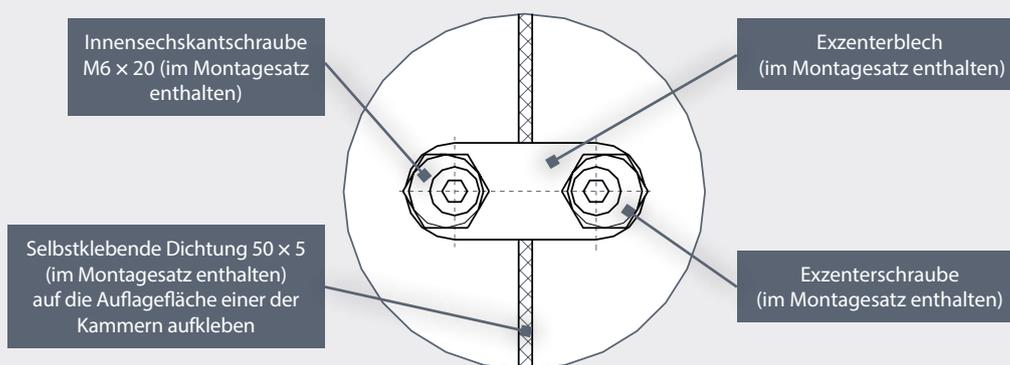
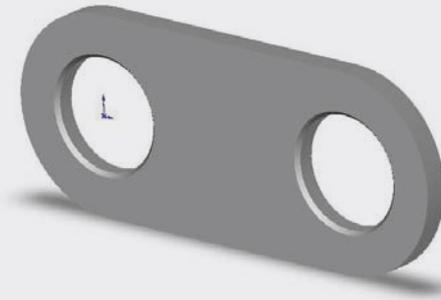

Abb. 1.2: Verbindung mittels Verbindungsexzenter
Abb. 1.3: Kammverbindungsstück
- Die Kammern müssen mit Hilfe von Verbindungsexzentern zusammengesetzt und verbunden werden – siehe Abb. 1.2 und beigelegte Details Abb. 1.3, 1.4.